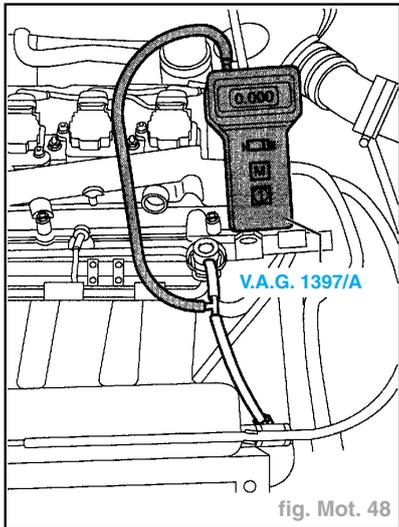

fig. Mot. 48
- Raccorder la pièce en T avec la durit de mesure du contrôleur V.A.G. 1397/A entre le régulateur de pression de carburant et la tubulure d'admission (fig. Mot. 48).